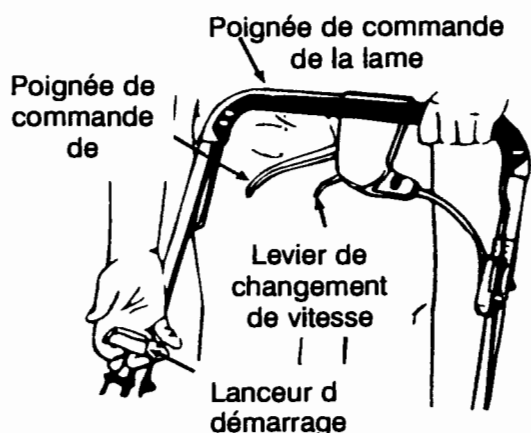

Figure 7 - DÉMARREUR A LANCEUR
comme à la figure 7. Vérifiez que la poignée de l'entraînement est relâchée.
- Prenez la poignée du démarreur à lanceur de la façon illustrée et tirez rapidement. Laissez la poignée revenir lentement jusqu'au boulon de guidage de la corde. Voir la figure 7.
- Pour enclencher l'entraînement, pressez la poignée de commande de l'embrayage vers la poignée de commande de la lame. Voir la figure 7. Lâchez la commande de l'embrayage pour ralentir pour contourner un obstacle, tourner ou pour arrêter.
- Il se trouve sur le boîtier de la commande d'embrayage de l'entraînement, sur le guidon supérieur. Voir la figure 7. Il sert à choisir la vitesse de déplacement de la tondeuse. Lâchez la commande d'embrayage de l'entraînement pour changer de vitesse.